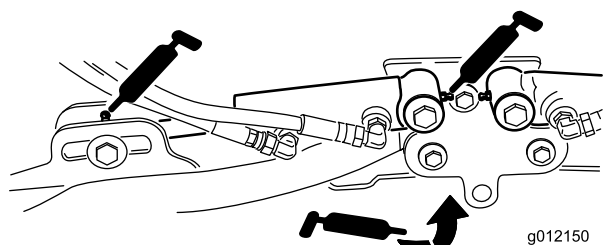

Figura 47
- Cilindros do braço de elevação da unidade de corte (2 cada) (Figura 47)
- Articulações do braço de elevação (1 cada) (Figura 47)